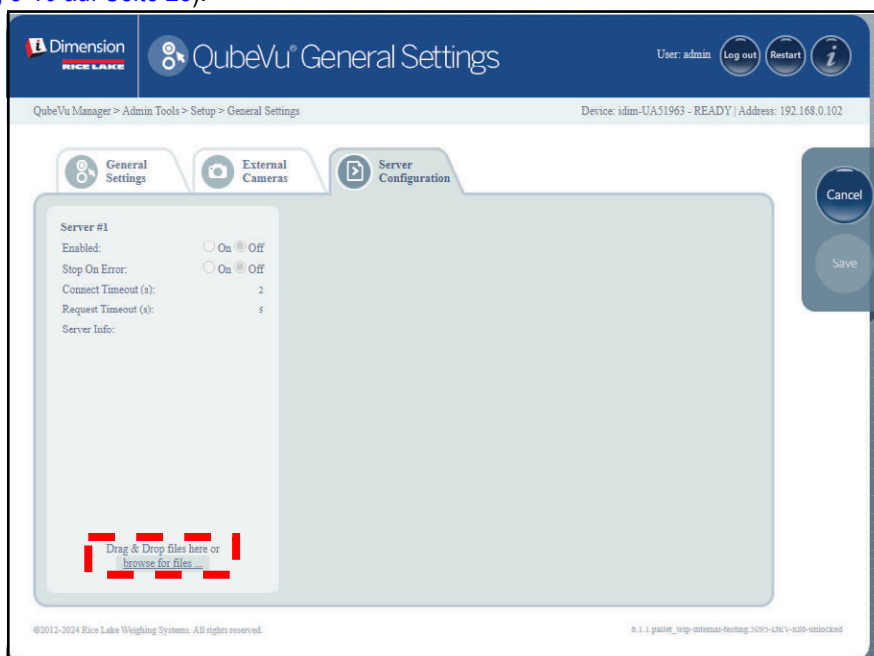

Abbildung 5-10. Registerkarte „Server Configuration“ (Server-Konfiguration)
- Wählen Sie **browse for files... (Nach Dateien suchen...)**, um eine Server-Konfigurationsdatei auszuwählen (siehe Abbildung 5-10 auf Seite 28).